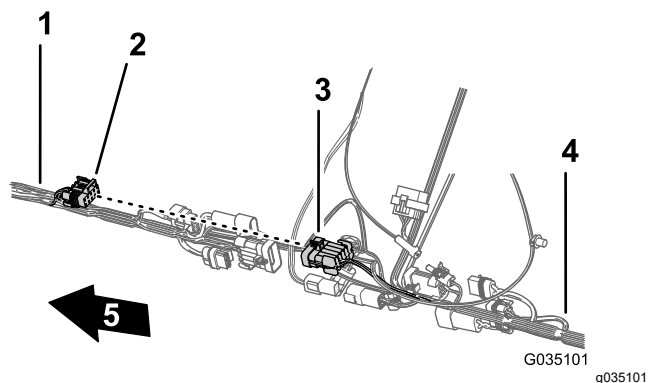

Figura 87
2. Conecte el conector hembra de 10 vías de interconexión del arnés delantero al conector de 10 pines de interconexión del arnés trasero (Figura 87).